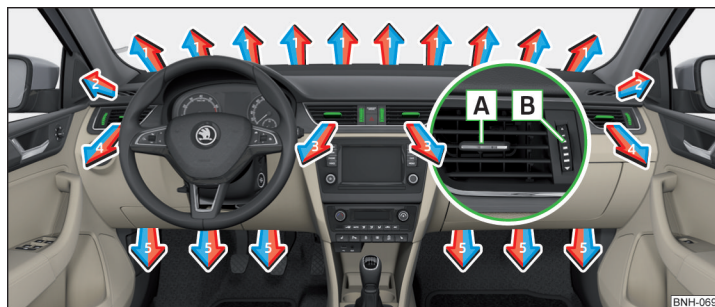

Abb. 122 Luftaustrittsdüsen
Bei den Luftaustrittsdüsen **3** und **4** » **Abb. 122** kann die Luftströmungsrichtung geändert und die Düsen können auch einzeln geöffnet und geschlossen werden.
Die Einstellung der Luftstromrichtung erfolgt durch das Verschieben des Verstellelements **A** » **Abb. 122** in gewünschter Richtung.
- Den Regler **B** nach oben/unten drehen » **Abb. 122**.
Richtung des Luftaustritts einstellen	Luftaustrittsdüsen » Abb. 122